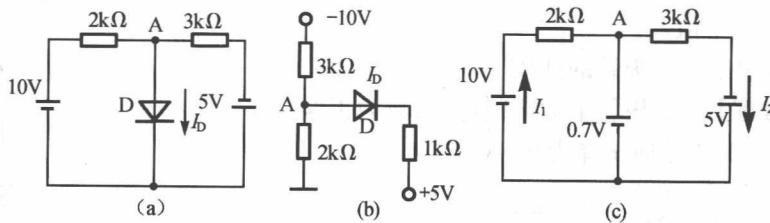

图 15.9
15.2.3 如图 15.9(a)、(b) 所示的电路中, 设二极管导通时的正向压降 $U_D = 0.7V$ 。计算流过二极管电流 I_D 。
解: (a) 将 D 开路, $U_A = \frac{10+5}{2+3} \times 3 - 5 = 4V$, D 导通画出其等效电路如图 15.9(c)